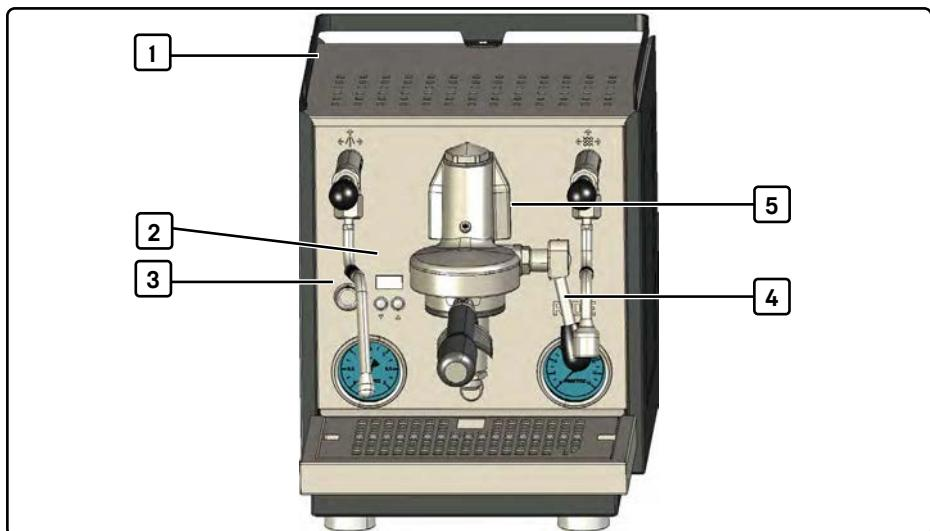

Fig. 5 Illustration avec le porte-filtre installé
1. Retirez le réservoir d'eau [1, Fig. 5] et nettoyez-le soigneusement (voir chapitre 11.5, « Nettoyage du réservoir d'eau »).
4. Appuyez sur le bouton marche/arrêt [2, Fig. 5].
1. Placez le récipient sous le groupe de percolation [5, Fig. 5]. L'ouverture du récipient doit être au moins aussi grande que celle du groupe de percolation.
2. Amenez le levier de percolation [6, Fig. 5] en position de production (voir chapitre 5.2.3, « Leviers de commande »)